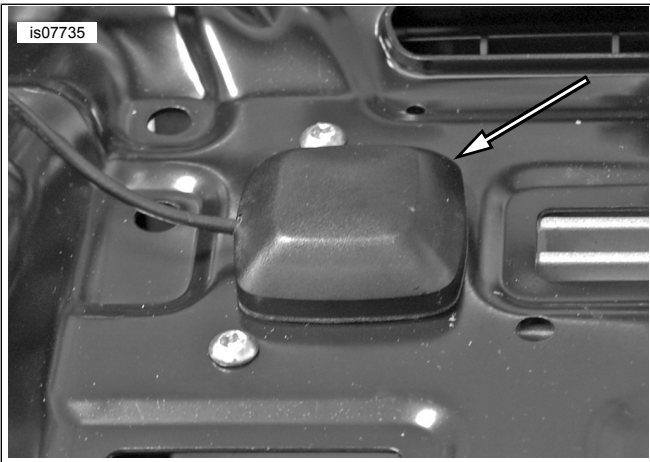

Figure 3. Dépose de l'antenne
4. Voir Figure 3 . Le cas échéant, détacher les antennes XM/Nav du support de radio et les positionner à côté.